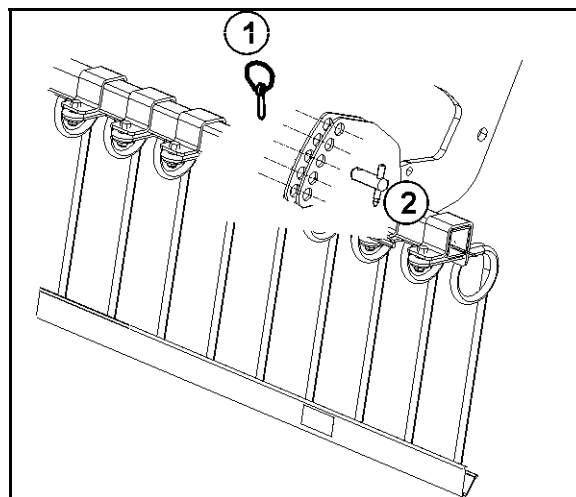

Fig. 31
2. Løsne splinten (Fig. 31/1).
3. Sett innstillingsbolten (Fig. 31/2) i ønsket posisjon.